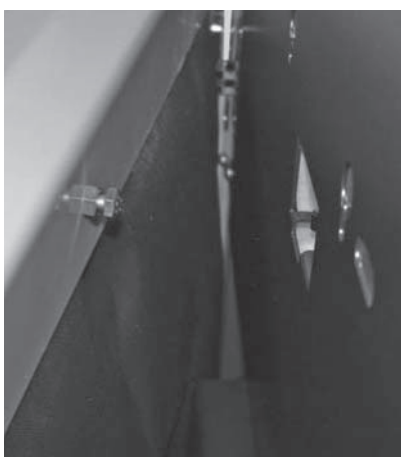

Fig. 44 Montare e registrare la vite di comando dell'interruttore di sicurezza dello sportello.
- Avvitare in alto nello sportello di rivestimento la vite di comando dell'interruttore di sicurezza dello sportello. Controllare la regolazione dell'interruttore di sicurezza dello sportello: chiudere lo sportello, l'interruttore deve essere attivato ca. 2 – 3 mm prima che lo sportello si chiuda (si sente il click dell'interruttore); se del caso regolare il gioco di attivazione con un giravite – Fig 44.